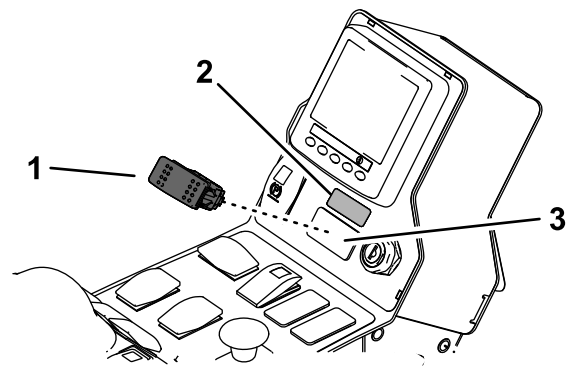

Figure 4
3. Retirez le cache amovible du panneau de commande et montez l'interrupteur (Figure 4).
4. Apposez l'autocollant de frein auxiliaire au-dessus de l'interrupteur (Figure 4).